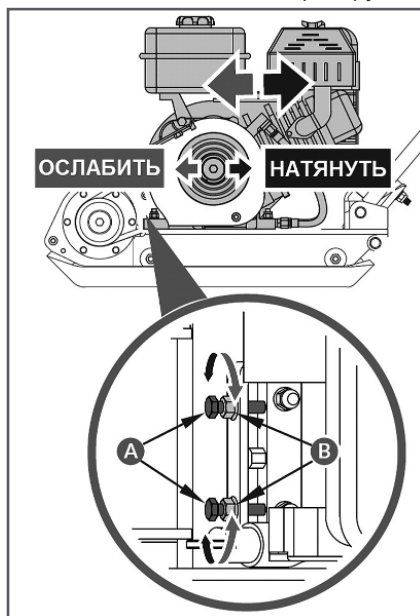

Рис. 31 Регулировка натяжения ремней РС6337F
- для натяжения ремней ослабьте затяжку контргайек В, после чего закрутите болты А натяжного устройства (Рис. 31);
- для ослабления ремней ослабьте затяжку контргайек В, открутите болты А натяжного устройства (Рис. 31) и сдвиньте двигатель к вибратору;